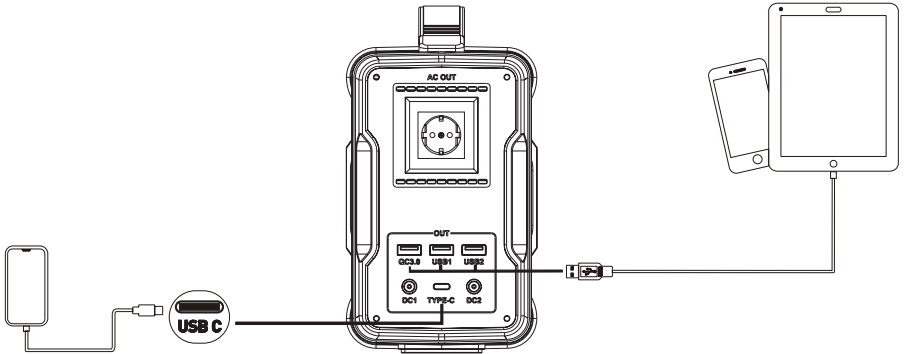

Rys. 1
Technologia Qualcomm Quick Charge 3.0: Urządzenie jest wyposażone w wyjście z technologią Qualcomm Quick Charge 3.0 do szybkiego ładowania urządzeń cyfrowych z wyjściem 5-9 V/2 A, które obsługują technologię szybkiego ładowania. Rzeczywiste napięcie wyjściowe i prąd zależą od cech technicznych urządzenia cyfrowego zawartych w katalogu producenta (patrz rys. 1 w załączniku do modelu KS 100PS).
Złącze wejściowe PD Type-C 5V/2.4 A, 9V/3A 12V/3A 15V/3A 20V/3A służy do ładowania inteligentnych urządzeń obsługujących technologię szybkiego ładowania Power Delivery (PD), takich jak telefony komórkowe lub tablety. Aby użyć tego złącza, należy nacisnąć przycisk zasilania "Power On Key" (patrz rys. 1 w załączniku).